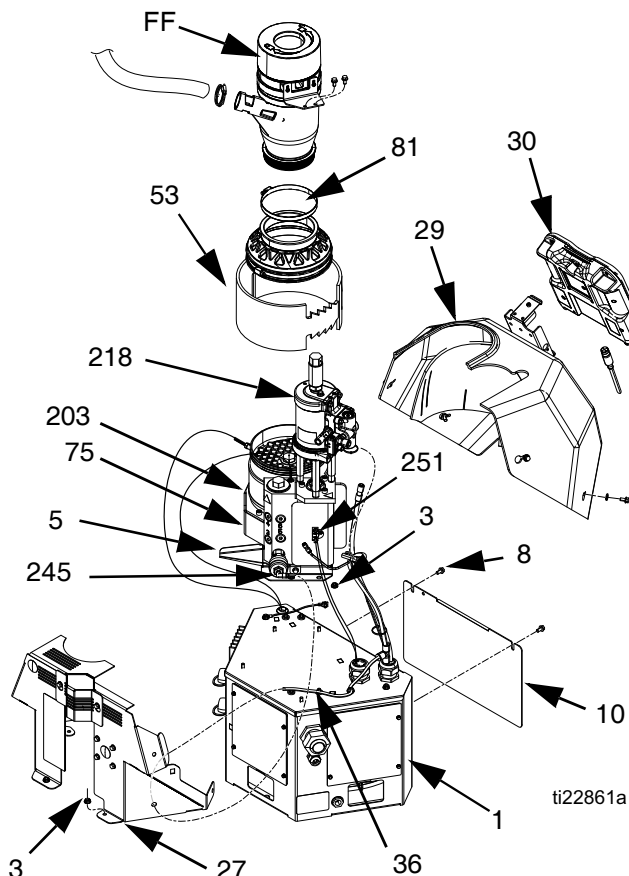
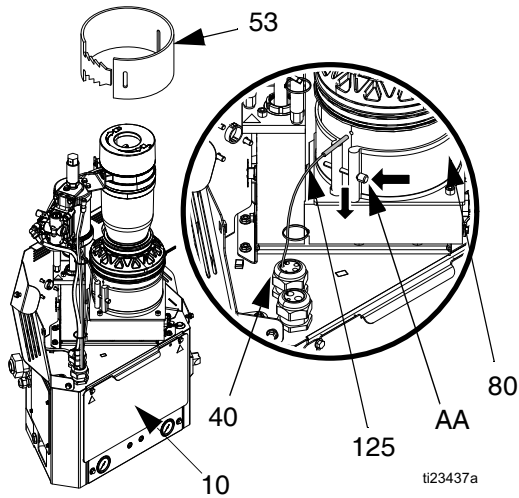

FIG. 37
FIG. 40
5. Retire el cable del ADM (30); luego deslice hacia adelante la cubierta (29) y retírela del sistema.
6. Retire los tornillos (8); luego afloje la puerta de acceso delantero del armario eléctrico (10).
8. Retire el tubo de aire (36) de la válvula de alivio (245). Extraiga el tubo de aire de la cubierta de metal (27).
9. Retire las tuercas (3) de la cubierta de metal posterior (27); luego retire la cubierta.
10. Retire el aislador de tela del fundidor (53).
11. Afloje el tornillo (AA); luego extraiga el sensor (125). Consulte la FIG. 40, página 70.
12. Afloje la abrazadera de la manguera (81) y retire el embudo (FF).
13. Retire los conectores de cables del interruptor de sobret temperatura (251).
14. Retire los aislantes (53, 75) del conjunto del fundidor (5).
15. Desconecte el cable del sensor de llenado del sensor de llenado (20). Consulte el apartado **Sustitución del sensor de llenado**, página 76.
17. Extraiga el tubo de aire del motor neumático (218).
Desmontaje (vea la FIG. 40):
4. Retire el tubo de aire (36) de la válvula de alivio. Extraiga el tubo de aire por la cubierta de metal (27).
5. Retire las tuercas (3); luego retire la cubierta de metal (27). Consulte la FIG. 37, página 67.
6. Retire el aislante de tela del fundidor (53).
7. Afloje el tornillo (AA); luego extraiga el sensor (125).
8. Retire la puerta de acceso del armario eléctrico (10).
9. Desconecte el cable del sensor de temperatura del conector del MZLP etiquetado J5. Consulte la FIG. 40.
Volver a montar (vea la FIG. 40):